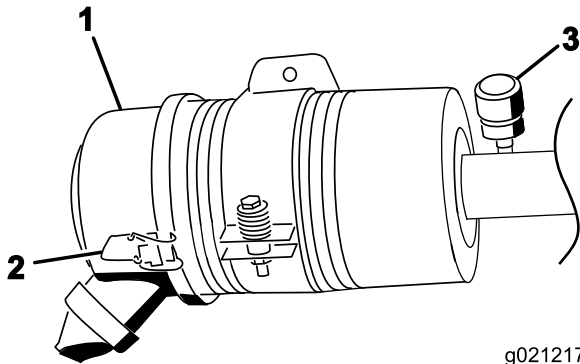

Bild 83
Warten Sie den Luftfilter nur, wenn dies von der Kundendienstanzeige angegeben wird (Bild 83). Das frühzeitige Auswechseln des Luftfilters erhöht nur die Gefahr, dass Schmutz in den Motor gelangt, wenn Sie den Filter entfernen.
3. Lösen Sie die Riegel, mit denen die Abdeckung des Luftfilters am Luftfiltergehäuse befestigt ist (Bild 83).